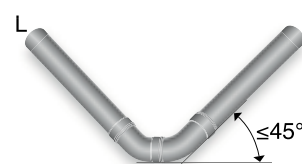

Fig. 16
- Liggande ledning (L) ska anslutas till liggande ledning med grenrör med vinkel  $\alpha \leq 45^\circ$ . Se fig. 16.